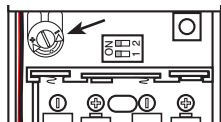

Figure 5
- Tournez le bouton de sensibilité du microphone du relais de carillon dans le sens des aiguilles d'une montre de façon à accroître la sensibilité du microphone (voir la Figure 5).
Une fois que le carillon et le relais de carillon fonctionnent correctement, ajustez la sensibilité du microphone au plus bas réglage permettant d'assurer une détection fiable, de façon à minimiser les fausses détections pouvant être causées par d'autres sons (voir la Figure 5).